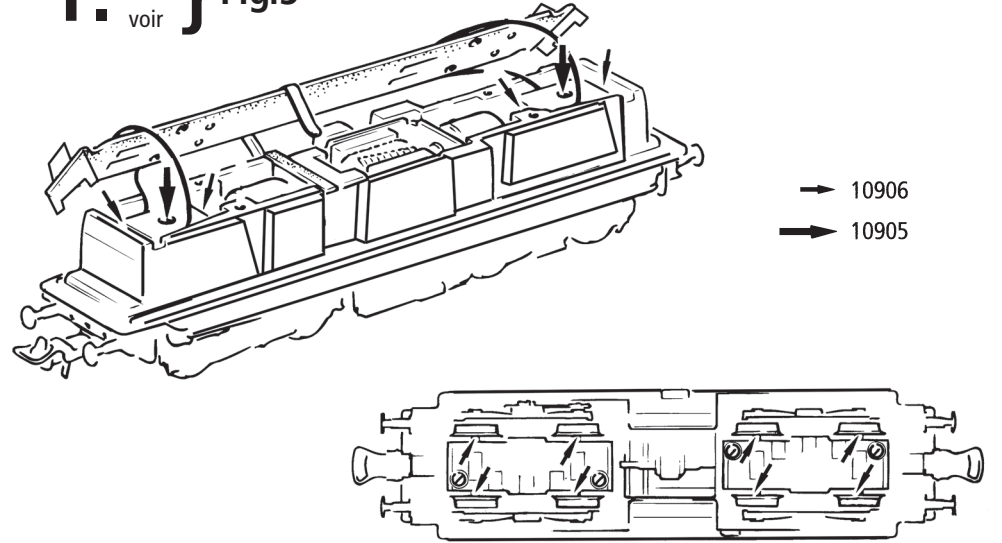

Fig. 8
3. Haftreifenwechsel: Zuerst den Getriebedeckel abnehmen (Fig. 4). Danach den **Radsatz** herausnehmen und die **Haftreifen** mit einer Nadel od. mit einem feinen Schraubendreher abziehen (Fig. 8). Beim Aufziehen der neuen Haftreifen darauf achten, dass diese sich nicht verdrehen.
3. Change of traction tyre: Remove the gear cover (fig. 4). Take out **wheel set** and remove **traction tyre** using a pin or a fine screwdriver (fig. 8). When pressing on the new traction tyre please **avoid twisting it**.
3. Échange des bandages d'adhérence: Démontez d'abord **le couvercle du carter des engrenages** des engrenages (fig. 4). Délogez ensuite les essieux bandagés et enlevez, à l'aide d'une aiguille ou d'un tournevis fin, les bandages d'adhérence (fig. 8). Lors du montage des nouveaux bandages veuillez veiller à ce que les bandages **ne soient pas tor-dués**.